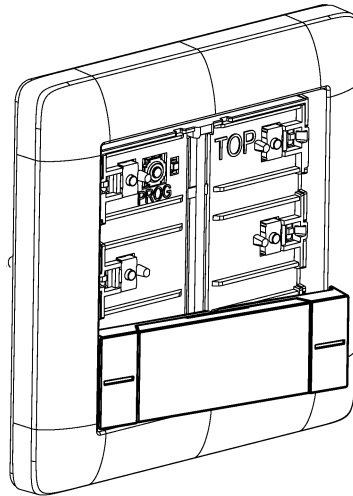

Bild 6: Bedienwippe seitlich anlegen
- Bedienwippe seitlich anlegen (siehe Bild 6).